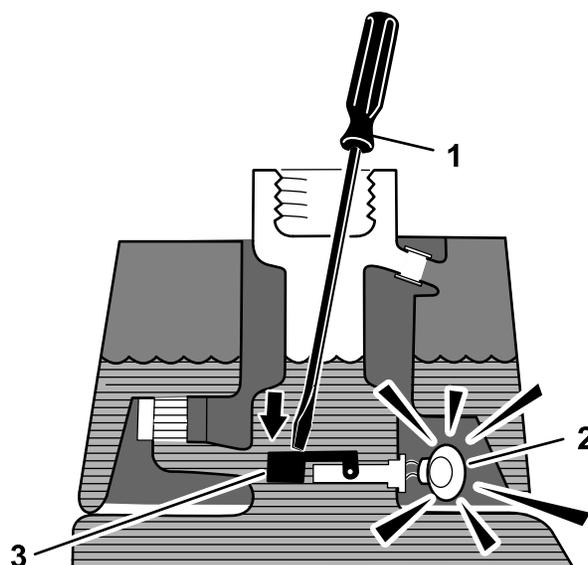

Рисунок 42
3. Вставьте чистый стержень или отвертку в горловину бака и слегка нажмите на поплавок переключатель (Рисунок 42). После секундной задержки должен прозвучать предупреждающий звуковой сигнал.